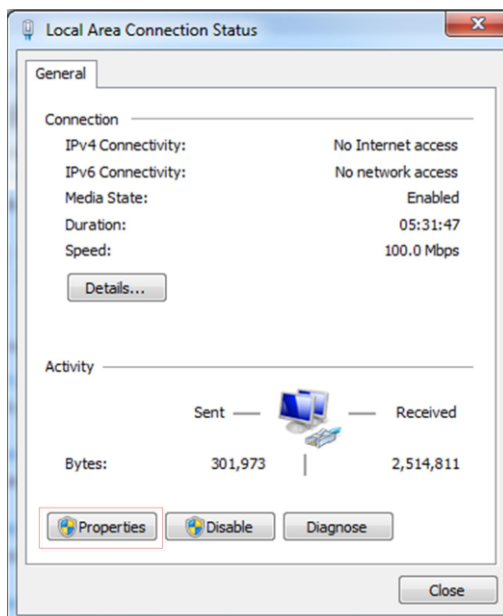

Figura 3-29
Passo 2: Clique em [Conexão de Área Local] e a caixa de diálogo para status de conexão local aparece, como mostrado na figura 3-29.